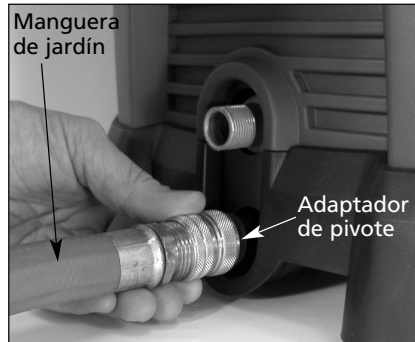

Figura 7 - Conexión de la manguera de jardín
2. Conecte la manguera de jardín al adaptador de pivote, como se ilustra en la Figura 7.